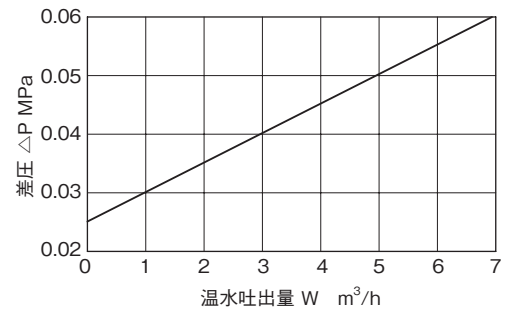

図6 装置前後における必要差圧
- 5.2 温水を本装置より高層階で使用する場合や、温水使用箇所までの配管抵抗が大きい場合には、図6より装置前後の必要差圧を求めて、給湯圧力を確認してください。
## 6.2 装置前後の必要差圧（図6参照）